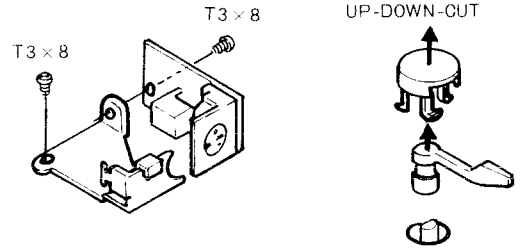

Fig. 11
3. String the dial cord as shown in the Fig. 11 (1) through (10).
3. Das Abstimmskalenseil gemäß Abb. 11 (1) bis (10) einziehen.
3. Engager le cordon d'accord comme le montre la Fig. 11 (1) à (10).